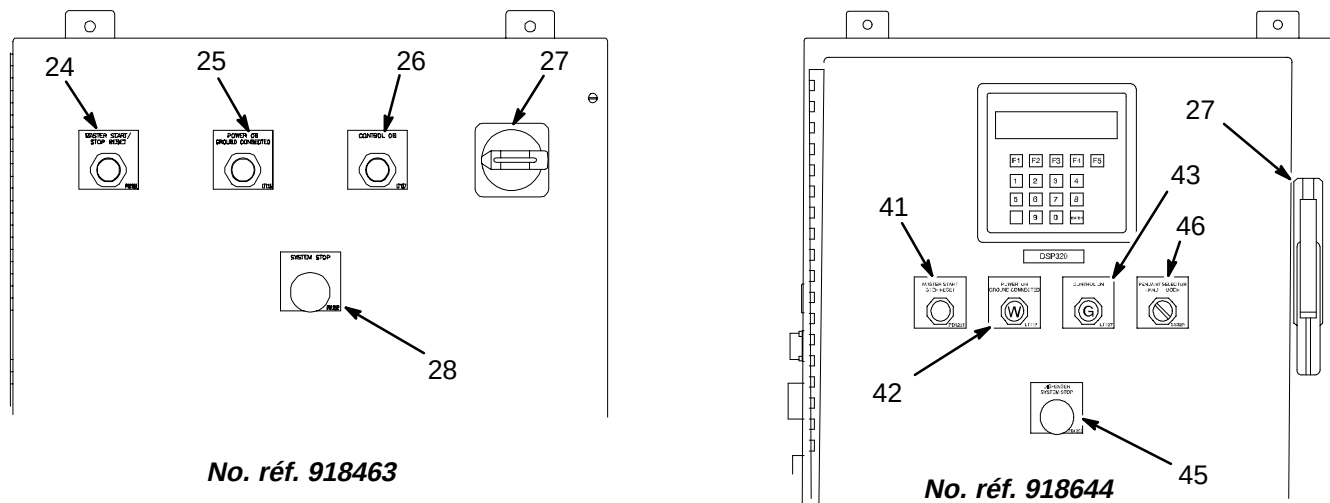

Fig. 30
Pour mettre le module en marche, (Fig. 30):
2. Appuyer sur le bouton de REMISE EN MARCHE PRINCIPAL, (24) Fig. 30, situé sur le coffret de commande.
Pour faciliter la compréhension des indicateurs situés sur le panneau de commande PrecisionFlo, se reporter au tableau ci-dessous et à la Fig. 30.
1. S'assurer que l'indicateur MARCHE COMMANDE, (26) Fig. 30, est allumé. Si ce n'est pas le cas, appuyer sur le bouton MARCHE PRINCIPALE (24) pour mettre le circuit de commande de la vanne de dosage PrecisionFlo sous tension.